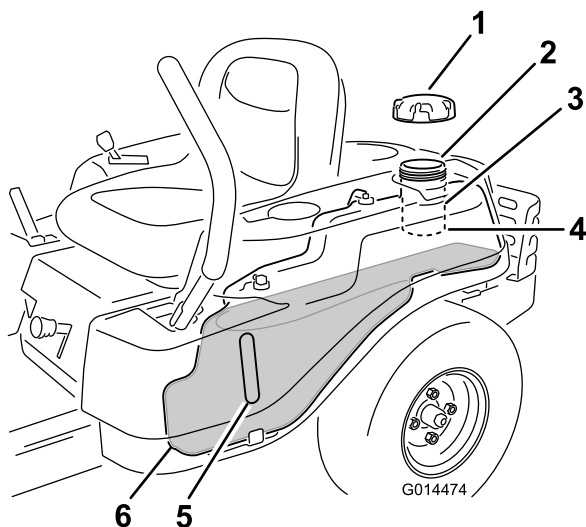

Bild 10
Hinweis: Sie können auf der Benzinuhr den Benzinstand ablesen, bevor Sie den Tank füllen (Bild 10).
2. Füllen Sie **langsam** bleifreies Normalbenzin ein, bis der Stand an der Unterseite des Einfüllstutzens liegt (Bild 10).